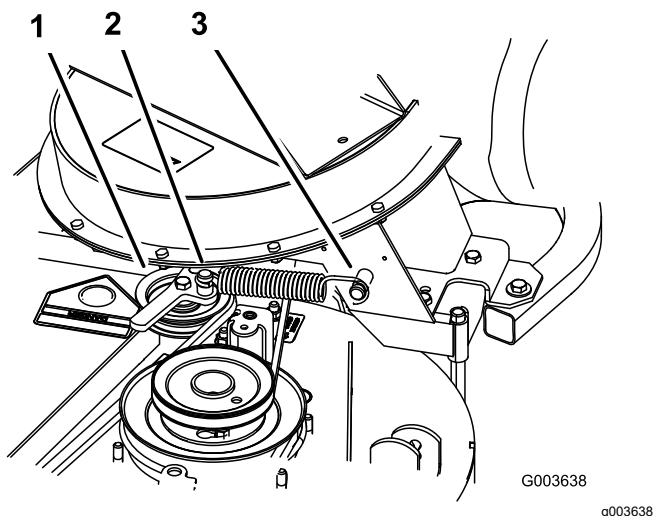

Figura 43
6. Instale el muelle según se muestra en Figura 43.